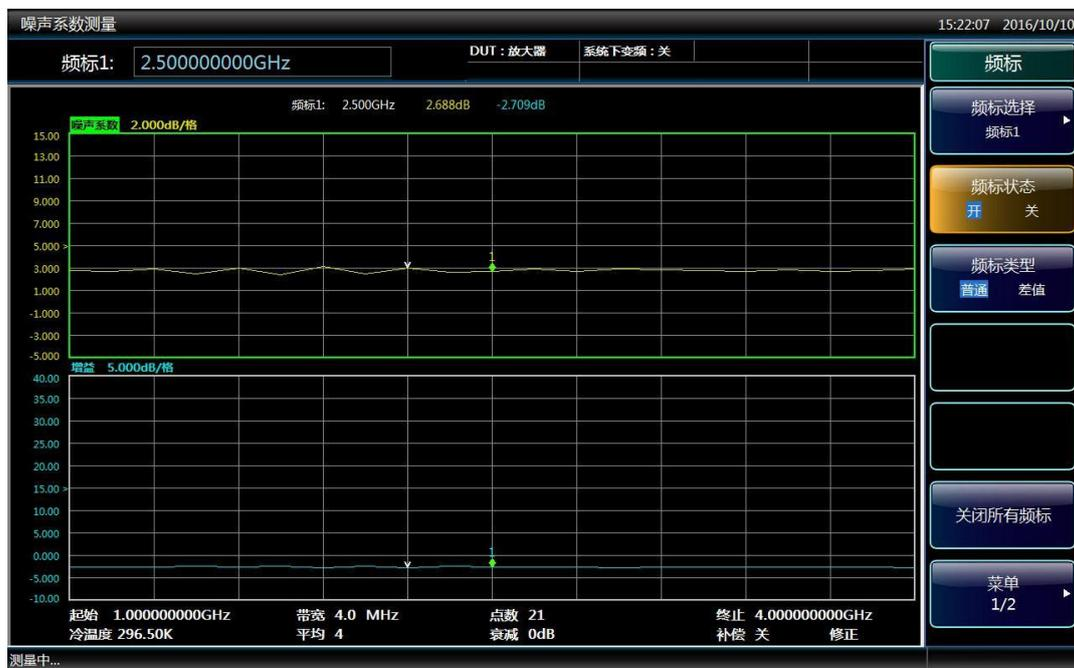

图4.13 测量结果的图形显示
- 步骤3. 根据图4.12所示，将噪声源输出与被测件输入连接。连接好后，测量结果显示在噪声系数分析仪显示屏中，图形显示结果类似于图4.13。